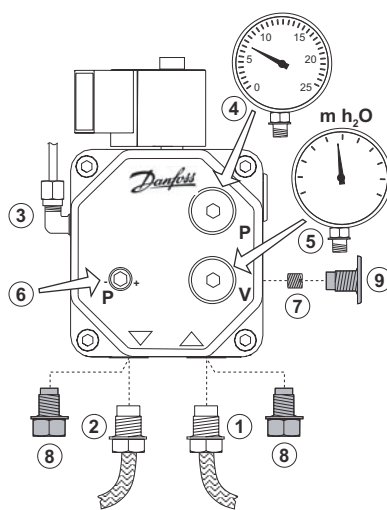

fig. 4b - Pompe Danfoss
**avec une pompe DANFOSS** (voir fig. 4b) - dévisser le bouchon (rep. 9), déposer la vis de by-pass (rep. 7) et boucher à nouveau avec le bouchon (rep. 9). Brancher uniquement le flexible d'aspiration au raccord d'entrée (rep. 1). Dévisser le bouchon (rep. 8) du raccord de retour (rep. 2) et boucher ce même raccord sur la pompe avec un bouchon approprié.